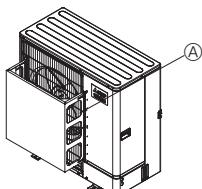
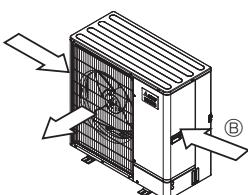

Fig. 2-3
Fig. 2-4
- ② Установите дополнительный воздуховод, если прибор установлен в месте, где сильный ветер от тайфуна и т.д. может попадать непосредственно в вентиляционную решетку. (Fig. 2-3)
- ③ Воздуховод
- ④ По возможности разместите прибор так, чтобы воздух из выходного отверстия выдувался в направлении, перпендикулярном к сезонному направлению ветра. (Fig. 2-4)
- ⑤ Направление ветра